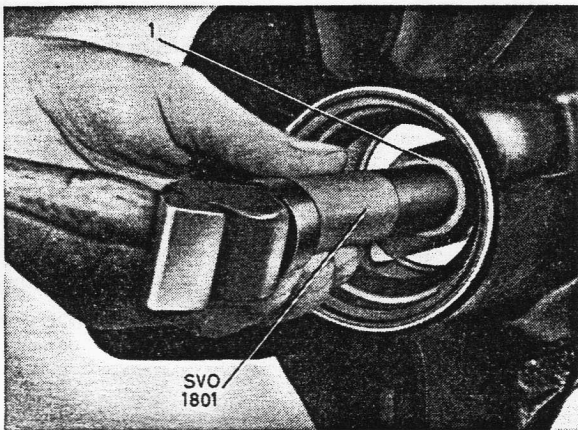

Bild 5-10. Lagerring ausbauen
5. Äussere Lagerringe vorsichtig ausbauen, falls erforderlich, siehe Bild 5-10; dabei darauf achten, dass die Ausgleichscheiben (28. Bild 5-55) nicht verloren gehen. Zum Ausbau den Aufsetzdorn SVO 4063 für den vorderen Lagerring und den Aufsetzdorn SVO 4064 für den hinteren Lagerring zusammen mit dem Dorn SVO 1801 verwenden.